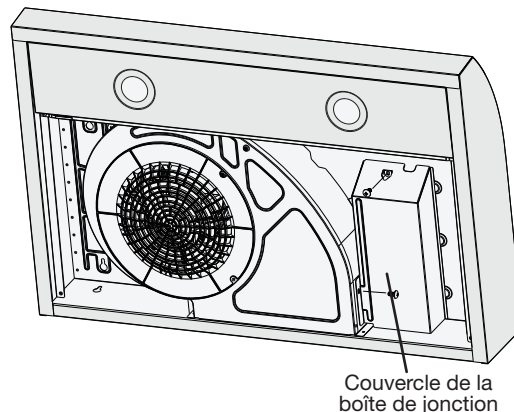
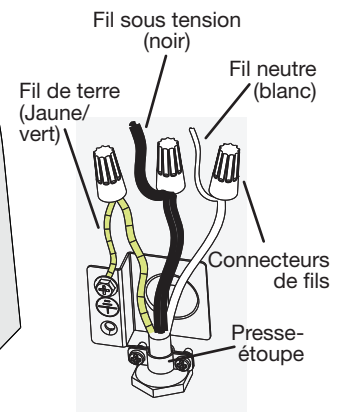

Figure 2
Figure 3
- Desserrer deux vis de la boîte de jonction et retirez le couvercle (Figure 2). Raccorder le câble au câblage de la hotte à l'aide des connecteurs fournis. Brancher le NOIR au NOIR, le BLANC au BLANC, puis le VERT ou le FIL NU à la vis VERTE de mise à la terre. **NE PAS OUBLIER DE RACCORDER LE FIL DE MISE À LA TERRE (Figure 3).**